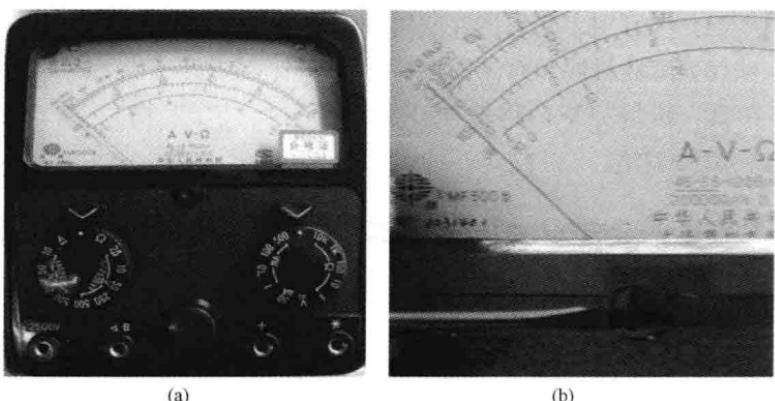

图 4-37 测量前准备工作
(1) 万用表水平放置。
(2) 检查指针是否停在表盘左端的零位，如有偏离，可用小螺丝刀轻轻转动表头上的机械零位调整旋钮，使指针指零，如图 4-37 所示。